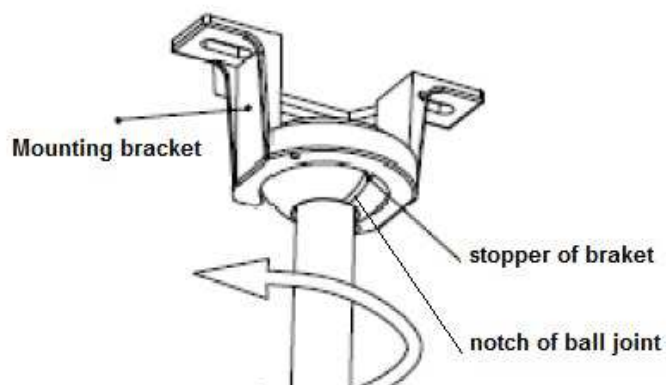

Fig. 5
- Levante el módulo de ventilador sobre el soporte de montaje. Fig.5